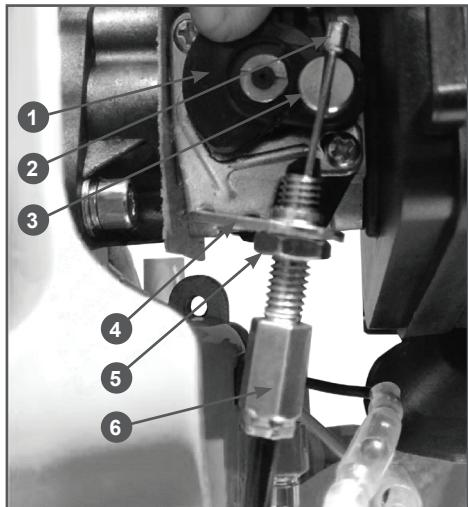

Рис. 3 Установка троса газа
- 1.2. Регулировочный винт размещен на тросе газа (Рис. 2B). В этом случае необходимо просунуть винт внутрь отверстия кронштейна 4 карбюратора и закрепить его регулировочной гайкой 5 на кронштейне (Рис. 3).
2. Установите кронштейн дроссельной заслонки карбюратора 1 в среднее положение и вставьте бобышку 2 троса в прорезь фиксатора 3, как показано на Рис. 3. Бобышка должна быть утоплена в прорези.